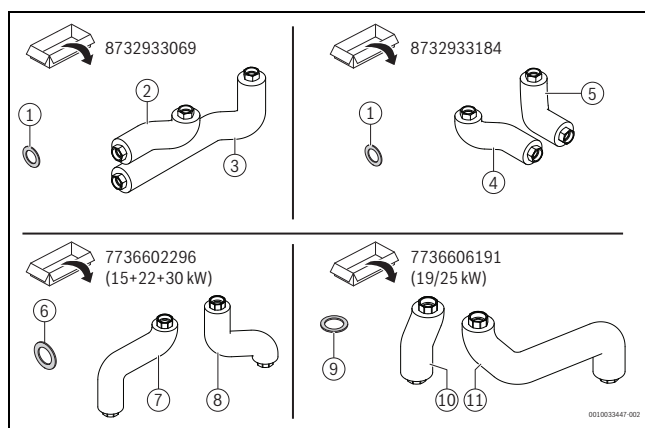

Bild 3 Optionale Rohrgruppen
Die Rohrgruppe HF-Set HYC25 als zentrale hydraulische Komponente ermöglicht in Verbindung mit weiteren optionalen Rohrgruppen (→ Bild 3) den Anschluss einer Wärmepumpen-Außeneinheit an einen konventi-
- Rohrgruppe zur seitlichen Anbindung der Wärmepumpe (links, rechts oder nach hinten), je nach Installationsvariante; →Bild 3, [1 – 5]).
- Rohrgruppe zum Anschluss der Heizkreis-Sets (→Bild 3, [6 – 11]).